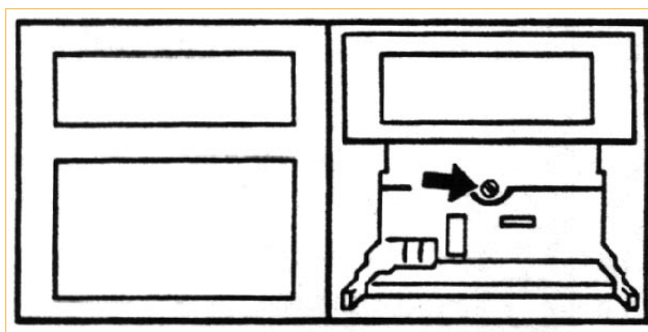

Figure B7.6.1a Vis de blocage châssis
2. Ouvrir la porte, ôter la cassette et les feutres/tête d'impression. Dévisser la vis de maintien du châssis (fig B7.6.1a) et le tirer délicatement jusqu'à avoir accès au connecteur de la limande situé au dos du système d'écriture.